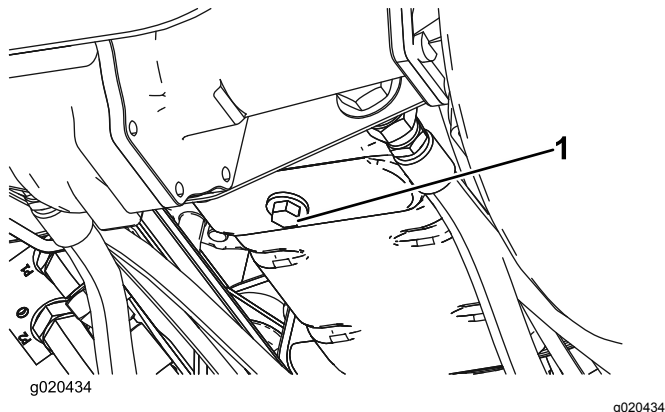

Figura 75
1. Togliete il tappo di spurgo (Figura 75) e lasciate defluire l'olio in una bacinella. Quando tutto l'olio cessa di defluire, rimontate il tappo.